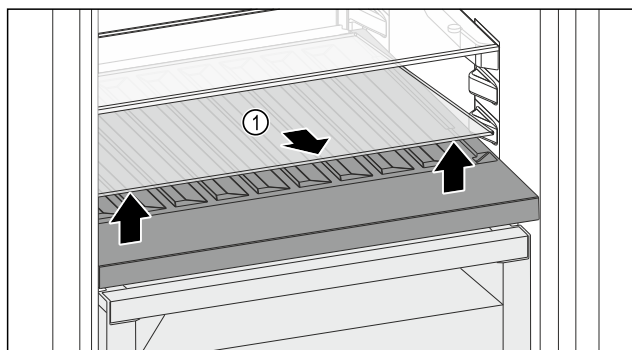

Fig. 164
- Ngrini lart përpara pllakën e xhamit Fig. 164 (1) te foleja dhe tërhiqeni jashtë.
- Ruani të sigurt pllakën e xhamit Fig. 164 (1) jashtë pajisjes.
- Vendoseni pllakën e xhamit (2) nën raftin mbajtës të ndryshueshëm të shisheve.